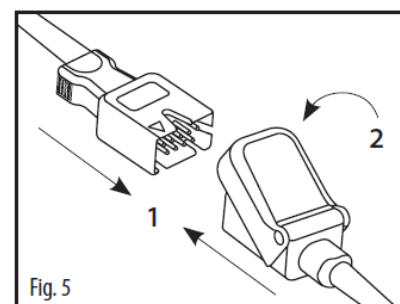

Fig. 27 Connexion du câble patient LNC au capteur LNCS
Voir fig. 5 dans Fig. 27. Insérez complètement le connecteur du capteur dans le connecteur du câble patient (1). Fermez complètement le couvercle de protection (2).